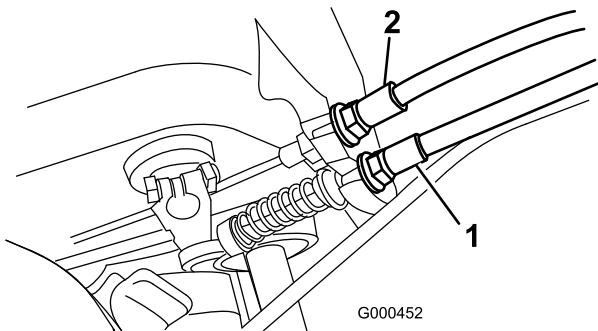

Figura 45
2. Para aumentar la tensión del cable, afloje la contratuerca delantera del cable y apriete la contratuerca trasera del cable (Figura 45) hasta que la fuerza necesaria para engranar el control de tracción sea de 5,4–7,3 kg.